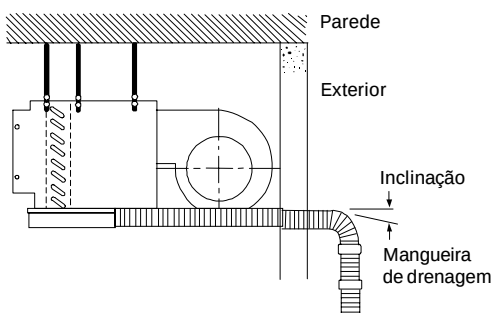

Figura 12
3. Para drenar o sistema convenientemente, a tubulação de drenagem deve voltar-se para baixo, com uma inclinação mínima de 1:50 para prevenir vazamentos. A Figura 12 mostra a unidade montada no teto.